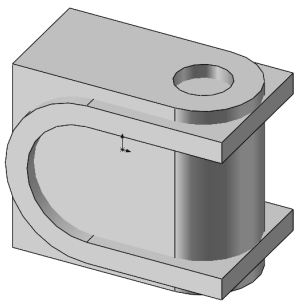

图 5-47 生成拉伸凸台/基体
- [11] 单击【确定】按钮, 生成拉伸凸台/基体, 如图 5-47 所示。